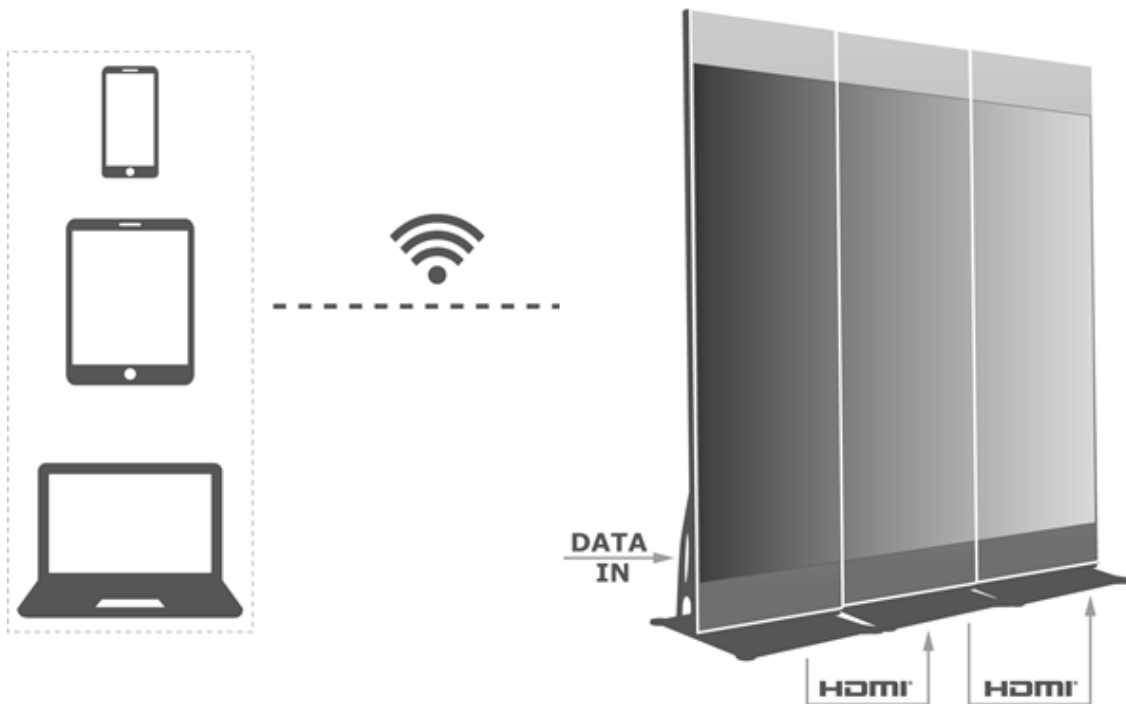

Abbildung 12: LED-Poster Verbindungsbeispiel
- Verbinden Sie Hardware-Geräte. Teilen Sie beispielsweise 3 Bildschirme und verwenden Sie externe Videoquellen (siehe Abbildung 12).